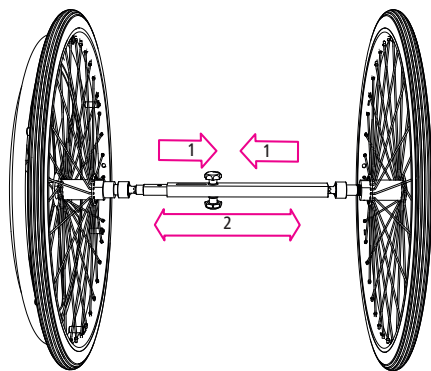

Рис.14
2. Для цього візьміть з'єднувальну штангу і натисніть на кінці в напрямку центру (1, рис. 14).
4. Якщо потреба в односторонньому приводі виникне знову, спочатку необхідно розкласти інвалідний візок (розділ 3.1). Після цього ви знову зможете встановити підпружинену з'єднувальну штангу на осі одностороннього приводу (2, рис. 14).